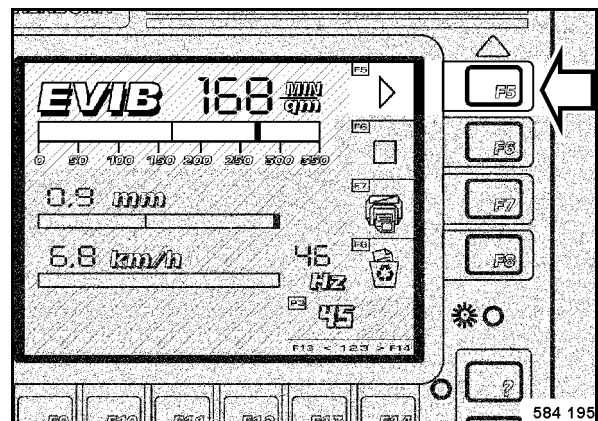

Fig. 102
- El campo de control en la izquierda de F5 (Fig. 102) emite luz verde.